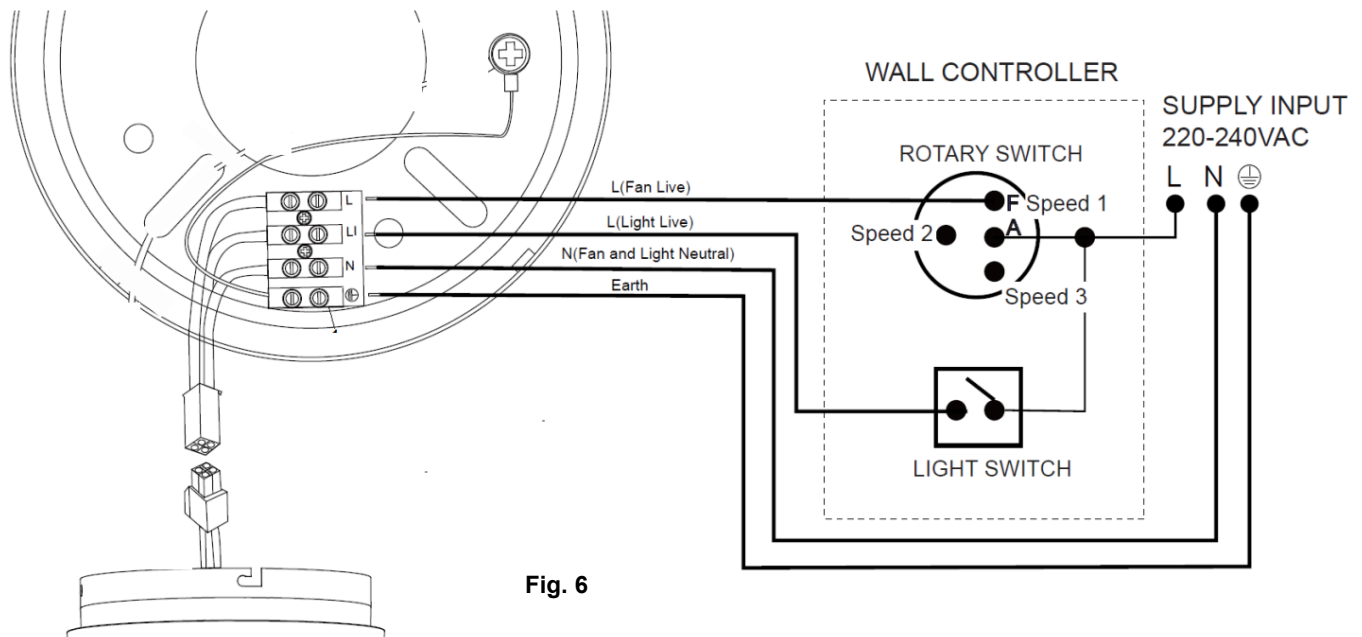

Fig. 6
- Complétez le câblage électrique à l'aide du diagramme ci-dessous (Fig. 6).